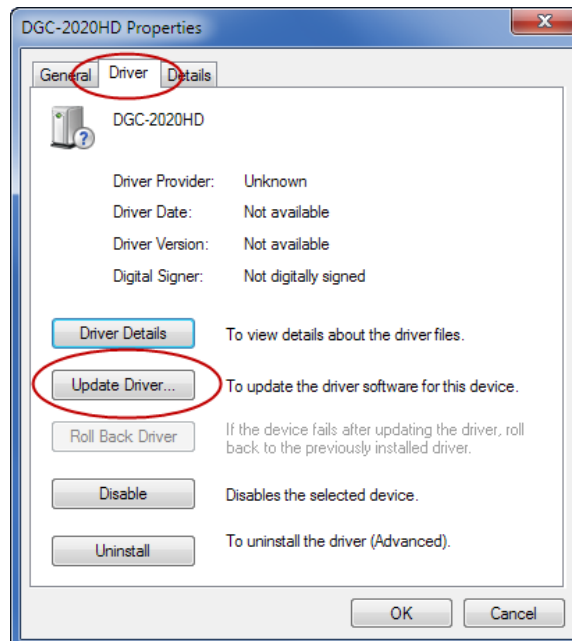

Abbildung 24-3. DGC-2020HD Eigenschaften
Schritt 3. Wählen Sie im Eigenschaftsfenster das Register Treiber und klicken Sie auf Treiber aktualisieren. Siehe Abbildung 24-3.